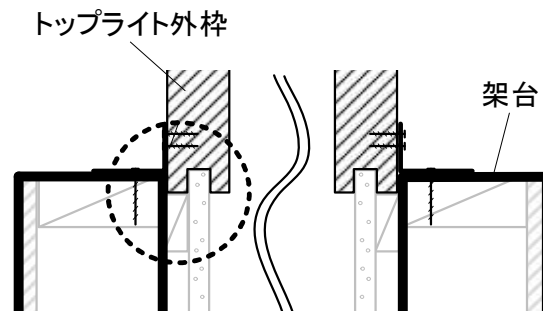

図3－架台のみ込み設置
注記) ()内は、架台のみ込み設置の場合を示す。(図3参照)
- ・ 架台のみ込み設置（図3）の場合は、架台開口寸法よりもトップライト外枠外のり寸法の方が小さい必要があるため、寸法A、Bの上限を定めた。